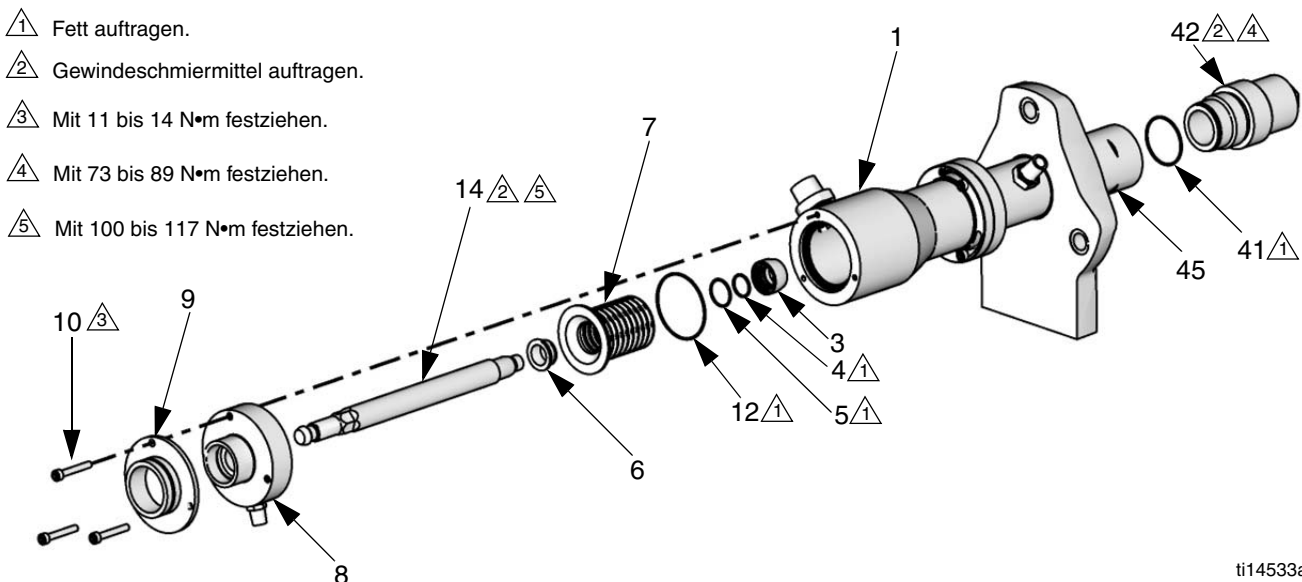

ABB. 6. Faltenbalge austauschen.
7. Siehe ABB. 6. Ziehen Sie Kolbenstange (14) und Faltenbalg (7) oben aus der Faltenbalgkammer (1) heraus. Lassen Sie die Faltenbalgkammer (1) an der Packungsmutter befestigt.
8. Entfernen Sie die Faltenbalgbuchse (6) und die beschädigten Faltenbälge (7),
9. Entfernen Sie die Schnapptülle (3). O-Ringe (4, 5) entfernen und entsorgen.
13. Außenseite von Kolbenstangenwelle und Kolben in der Nähe der Sechskante einfetten. Kolbenstange und Kolben in Zylinder (27) eindrücken.
15. Für weitere Informationen hierzu siehe ABB. 6, auf Seite 12. Setzen Sie den Faltenbalg-O-Ring (12) lose um die Faltenbalge (7). Führen Sie die mit den vollständig montierten Faltenbalgen (7) versehene Kolbenstange (14) in die Faltenbalgkammer (1) ein. Befestigen Sie die Kolbenstange von Hand.
16. Sechskant von Kolbenstange (14) feststellen und mit einem Drehmomentschlüssel den Kolben (45) festdrehen. Mit 100 bis 117 N•m festziehen.
17. Setzen Sie auf der Kolbenstange (14) die Oberkappe (8) auf. Nicht festziehen.
18. **Bei einem Austausch der Überlaufkammer:** Bausatz 24E298 bestellen. (Siehe Seite 25.) Bauen Sie auf der Kolbenstange (14) die neue D-Dichtung (106) ein. Halten Sie die Kolbenstange mit einem 19-mm-Maulschlüssel fest. Befestigungsmutter (105) einbauen und festziehen. Mit 11 bis 14 N•m festziehen. **Nicht zu fest anziehen.**
19. Installieren Sie einen neuen Fußkappen-O-Ring (41). Fußkappe (42) einfetten und installieren. Mit 73 bis 89 N•m festziehen.
20. Motorwelle anheben. Kupplungsmutter (55) auf Welle schieben. Installieren Sie die Kupplungskragen (56).
22. **Bei einem Austausch der Überlaufkammer:** O-Ring (102) in Deckel (101) einfügen. Neuen Sammelbehälter (103) mit darauf befestigtem Deckel (101) an Verschraubung (104) ansetzen und festdrehen.
23. Kolbenstange (14) drehen, um die Löcher der Oberkappe (8) zu den Löchern der Faltenbalgkammer (1) auszurichten. Oberkappe (8) und Distanzscheibe von Abdeckungsbefestigung (9) erneut befestigen. Mit 11 bis 14 N•m festziehen.